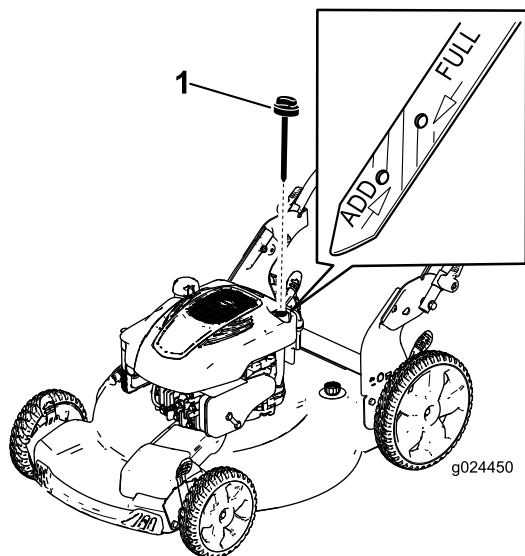

Figura 10
Llene el depósito con gasolina fresca normal sin plomo, de una marca reconocida (Figura 10).
2. Retire la varilla (Figura 10).
5. Observe en la varilla el nivel de aceite (Figura 10).